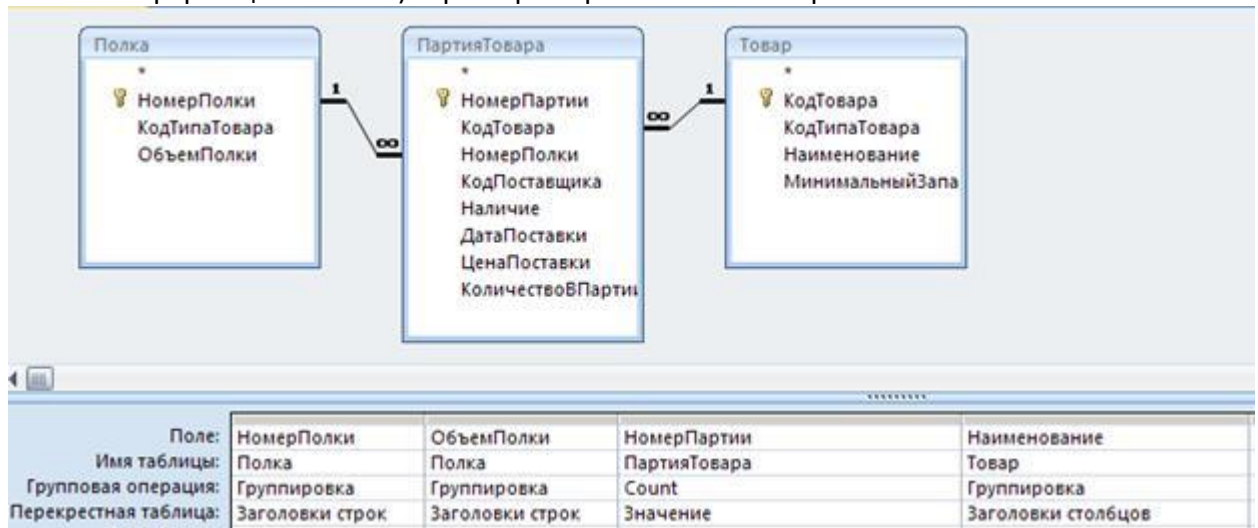

Рис. 9. Создание перекрестного запроса
1. Создадим запрос для данных трех таблиц: ПОЛКА, ПАРТИЯ_ТОВАРА, ТОВАР (нам нужна полная информация о полях). Пример запроса показан на рис.9.
2. Измените тип запроса на Перекрестный и укажите роли полей (заголовок строк, заголовок столбца, значение). Для поля, выбранного в качестве значения, установите функцию вычисления этого значения (рис.9).